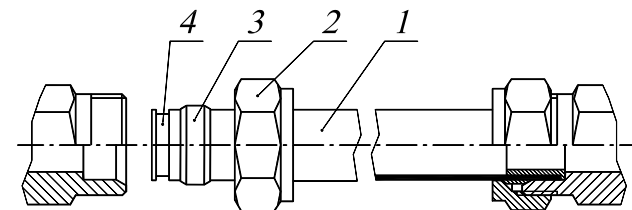

Рис.4. Соединение нагревательных элементов конвектора.
- 5.4 При помощи медных труб и обжимных фитингов из комплекта монтажных частей, соединить нагревательные элементы секций (рис.4). Для этого необходимо через отверстие в корпусе вставить трубки в патрубки нагревательных элементов, предварительно ослабив винты крепления нагревательного элемента к корпусу, закрутить гайки рукой до упора, после этого гаечным ключом завернуть гайки на $1\frac{1}{4}$ обор